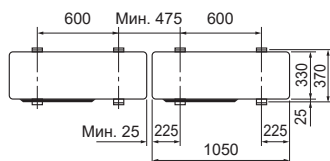

Fig. 3-1
• Құрылғыны жұмыс барысында қатты шуылдардың алдын алу үшін тұрақты, тегіс жерге орнатыңыз. (Fig. 3-1)